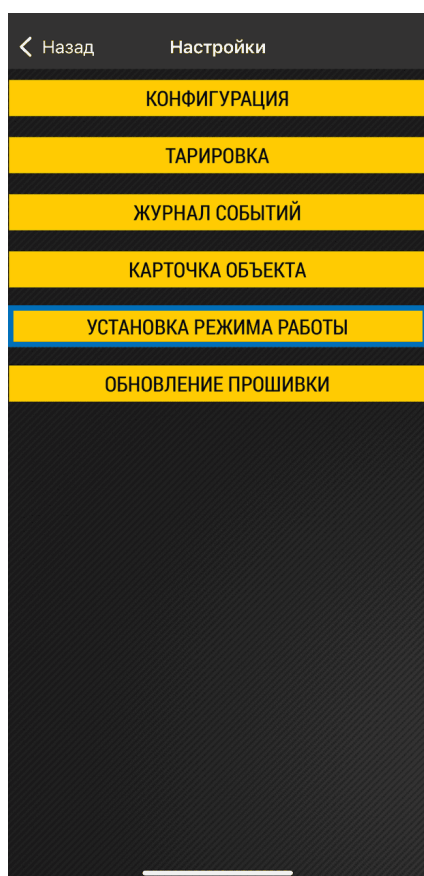

Рис.26. Установка режима работы
3. Далее выберите в приложении Настройки | Установка режима работы \(Рис.26\).